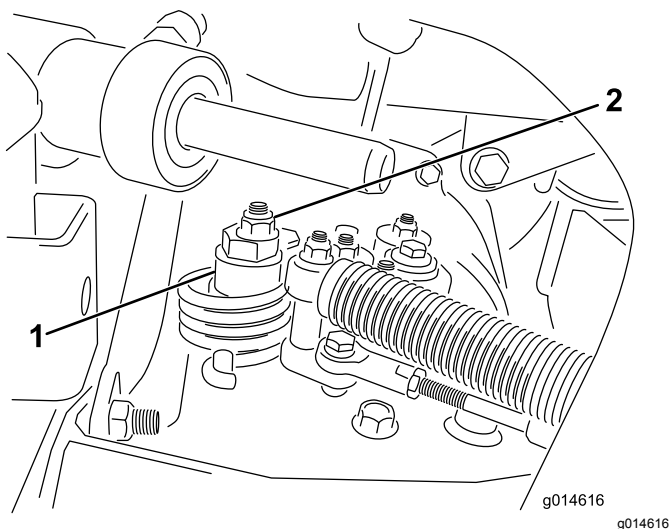

Figura 51
- A. Allentate il dado che fissa l'eccentrico alla parte superiore dell'igrostat (Figura 51).
- C. Fate girare l'eccentrico finché non riscontrate movimenti in alcuna direzione. Quando la ruota cessa di girare, serrate il dado di bloccaggio dell'eccentrico per mantenere la messa a punto (Figura 51). Verificate la regolazione portando l'acceleratore in posizione Lento e Veloce.